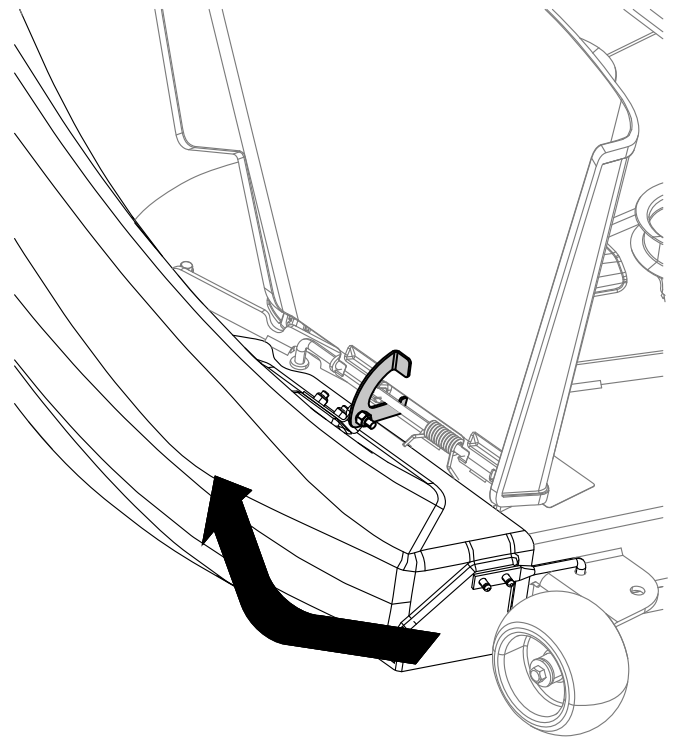

図 17
3. シュート上部で、フック形ラッチをデフレクタセンブリのピボットロッドに引っ掛けて、ロッドを刈り込みデッキの穴に取り付ける 図 17。